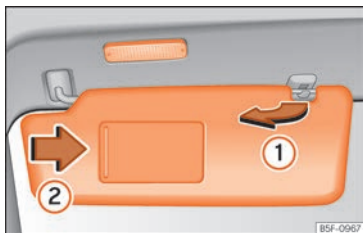

Fig. 154 Parasol.
- El parasol puede extraerse de la fijación y girarse hacia la puerta »» fig. 154 ①.